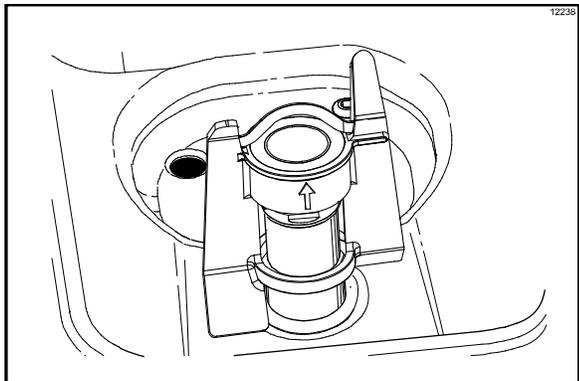

Figure 62
**Important :** Remplir le réservoir de mélange jusqu'au repère de niveau de remplissage qui se trouve sur la pale de l'agitateur (Cf. Figure 62).